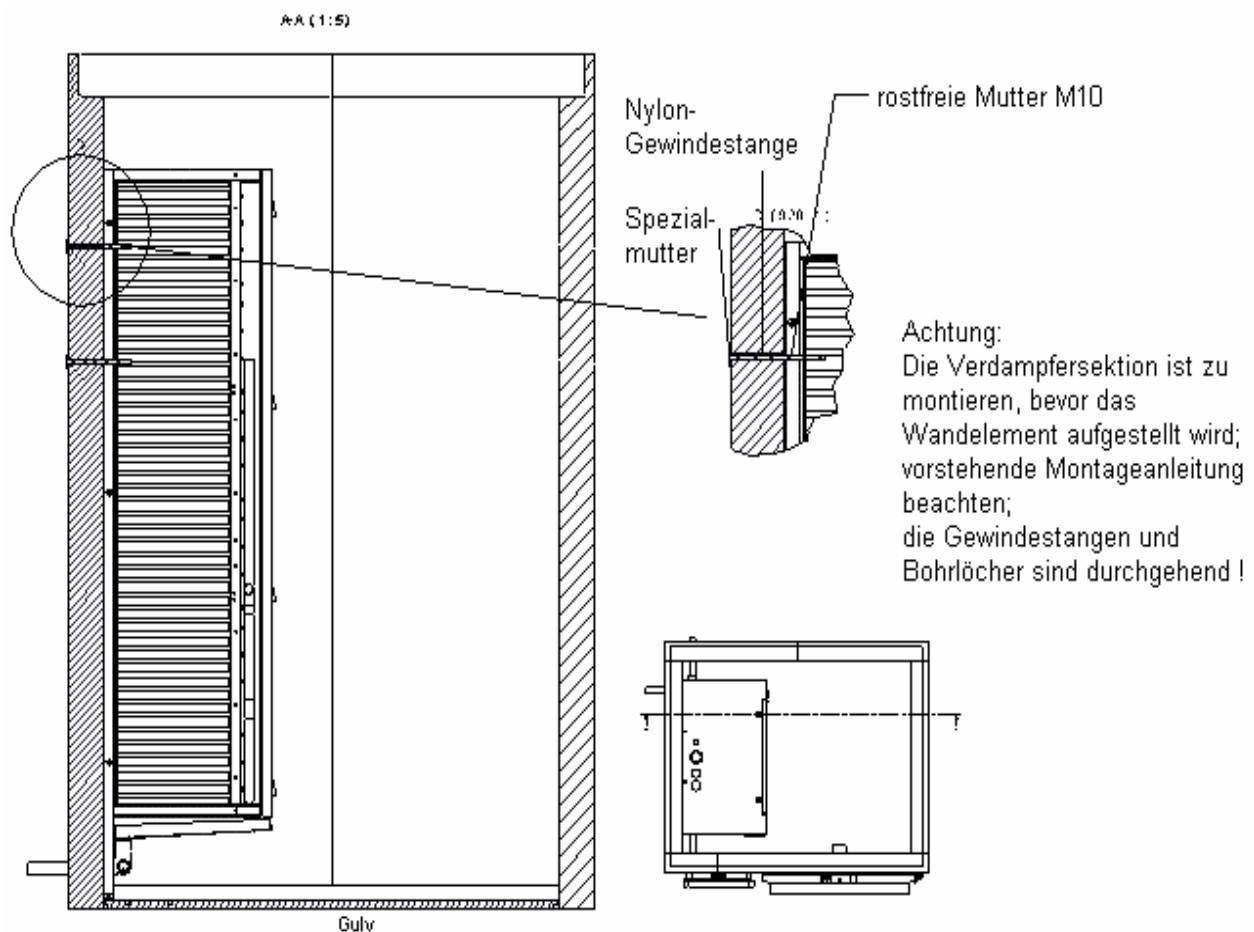

Abbildung 12.
7. Befestigen Sie die Verdampfersektion gem. Abbildung 12.